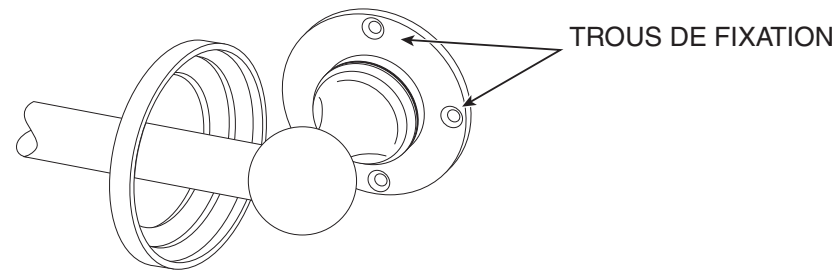

Figure 1
4. Avec un crayon, marquez les centres des positions des trous de fixation à une extrémité (voir Figure 1). Ce sont les points sur lesquels vous ferez des trous pilotes pour mettre les vis. Si l'installation se fait sur des carreaux de céramique, placer du ruban masque sur la zone d'installation avant de marquer le repère afin de prévenir le glissement du foret sur le carreau.